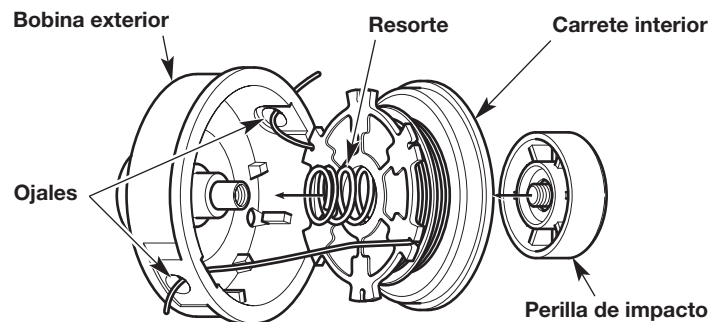

Fig. 22
1. Pase los extremos de los hilos a través de los ojales de la bobina exterior. Coloque el resorte dentro del carrete interior. Inserte el carrete interior dentro de la bobina exterior. Oprima el carrete interior y la bobina exterior uno contra otro (Fig. 22).